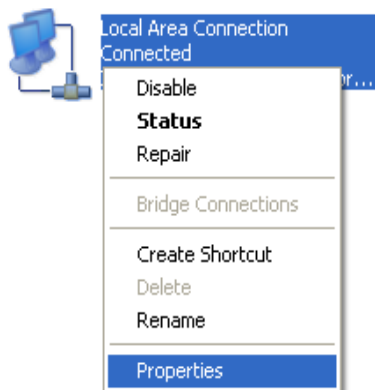

图 14
3. 选择将用于与 VFD 进行通讯的网络连接图标，右击图标并选择属性。参见图 14。